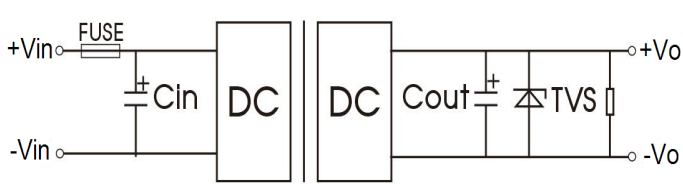

图 1
- (1)产品测试及应用时,请按照(图1)推荐的测试电路进行;至少保障外接一个电解电容Cin(Vin=24V加≥470μF, Vin=48V加≥220μF),用于抑制输入端可能产生的浪涌电压。
- (2)如果产品输入端并联瞬变能量较大的电路(如并联电机驱动电路),或会导致产品输入电压被拉低,此时关注产品输入电压的波动,建议适当增大输入端电解电容Cin的容值,以保障输入端电压稳定,避免输入电压低于欠压保护点导致产品重复启动的情况。
- (3)如果产品输出端为感性负载时(如继电器,电机),建议在容性负载规格内增大输出电容Cout容值,并增加TVS管,用以滤除电压尖峰。
- (4)如需进一步减少输入输出纹波,可适当加大外接电容Cin,Cout容值或选用串联等效阻抗值小的外接电容,外接电容Cout容值不能大于产品的最大容性负载。